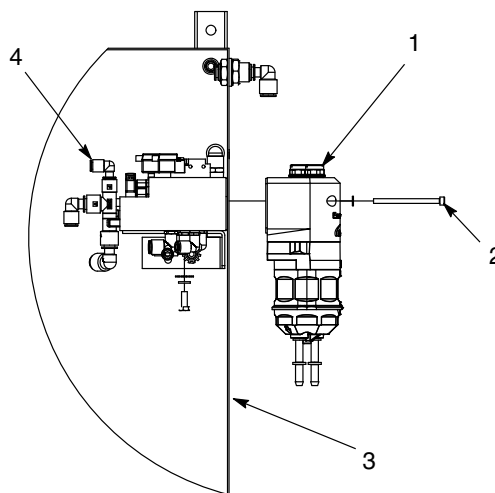

Bild 10 Montera pump på skåpet
1. Se bild 10. Kontrollera att pumpens packningar (1) inte är skadade och ersätt dem om så behövs.
2. Positionera pumpen i rätt läge mot fördelaren (4) på skåpväggen (3). Se *Pumpportsfunktioner* på sidan 7 för anslutningslägen.
3. Fäst pumpen för hand på skåpsväggen med pumpmonteringshårdvaran (2).